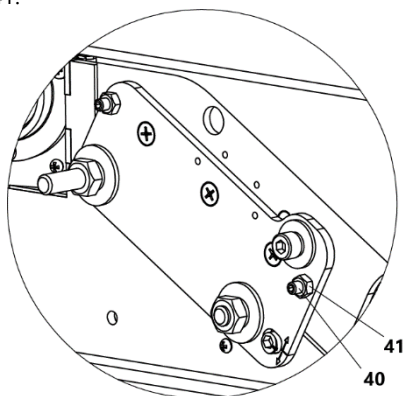

Рисунок 14 Регулировка фуговальных столов
В случае бокового люфта фуговальных столов необходимо произвести регулировку (рис. 14):
- освободите гайки 41 (рис. 14);